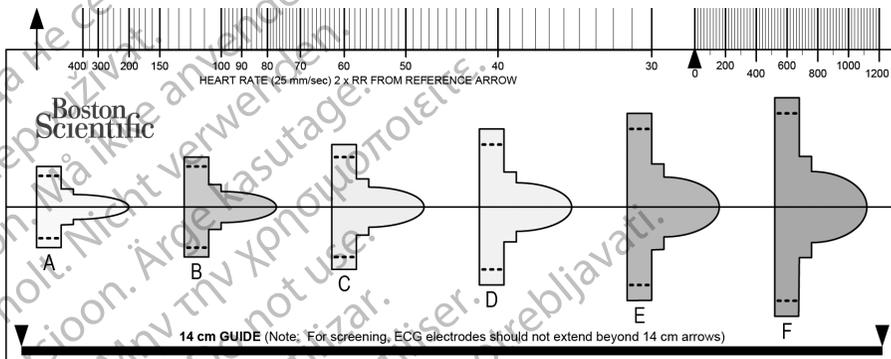

Figura 1. Ferramenta de Triagem do Doente
A ferramenta de triagem do doente, Modelo 4744 (Figura 1 Ferramenta de Triagem do Doente na página 19), é uma ferramenta de medição personalizada feita de plástico transparente impresso com perfis coloridos. A cada perfil colorido é atribuída uma letra (A, B, C, D, E, F) para facilitar a referência. Os perfis foram concebidos por forma a garantir um desempenho apropriado do dispositivo, identificando as características de um sinal que pode levar a resultados de deteção insatisfatórios para um paciente antes do implante. O processo de triagem do paciente é completado em três passos: (1) Recolher o ECG de superfície, (2) Avaliar o ECG de superfície e (3) Determinar um vector de deteção aceitável.